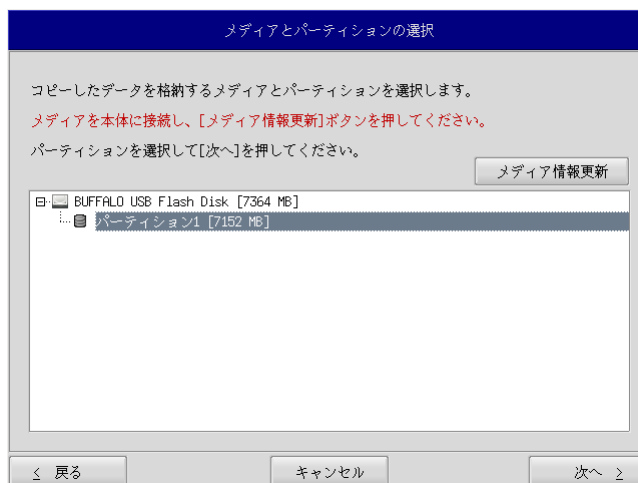

図 6-3-2. メディアとパーティション選択画面
- ⑥ メディアとパーティション選択画面（図 6-3-2）が表示されます。本体にメディアを接続し、[メディア情報更新]ボタンを押してください。バックアップファイルを保存するメディアのパーティションを選択し、[次へ]ボタンを押します。